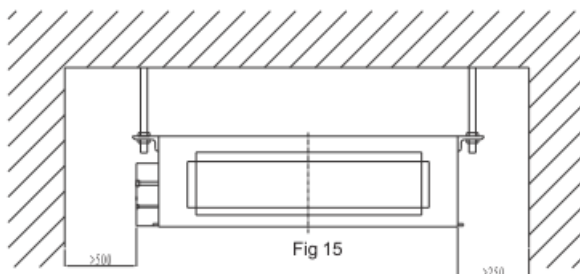

Рисунок 15
- b. Установите пластину-крюк на внутренний блок, как показано на рис. 15.